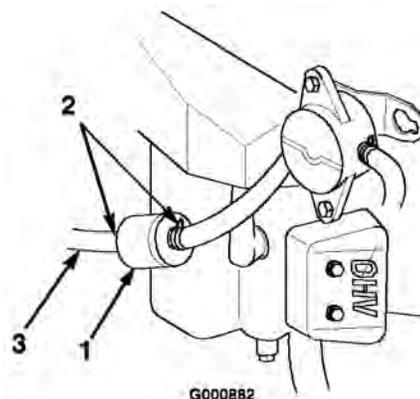

Figura 33
5. Afloje la abrazadera cerca del filtro de combustible y deslícela por el tubo, alejándola del filtro de combustible (Figura 33).
6. Retire el tubo de combustible del filtro (Figura 33).
4. Apriete los extremos de las abrazaderas y deslícelas por el tubo alejándolas del filtro (Figura 33).
6. Instale un filtro nuevo y acerque las abrazaderas al filtro (Figura 33).